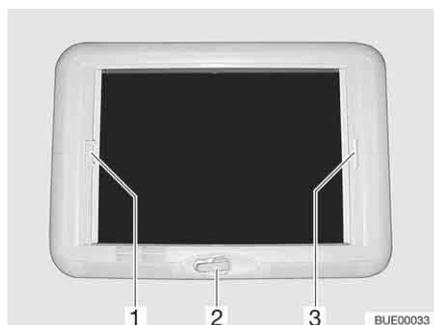

Fig. 132 Oblò a manovella
- Ruotare la manovella (Fig. 132,2) fino a quando non si incontra resistenza.
- Tirare la tendina oscurante pieghevole per la maniglia (Fig. 132,3) e rilasciarla alla posizione desiderata. La tendina oscurante pieghevole rimane in questa posizione.
- Tirare la protezione contro gli insetti per la maniglia (Fig. 132,1) verso la maniglia contrapposta della tendina oscurante pieghevole (Fig. 132,3) e farla innestare.
- Tirare la maniglia della protezione contro gli insetti (Fig. 132,1) dietro, verso l'alto, e sganciare la protezione contro gli insetti dalla tendina oscurante pieghevole (Fig. 132,3).